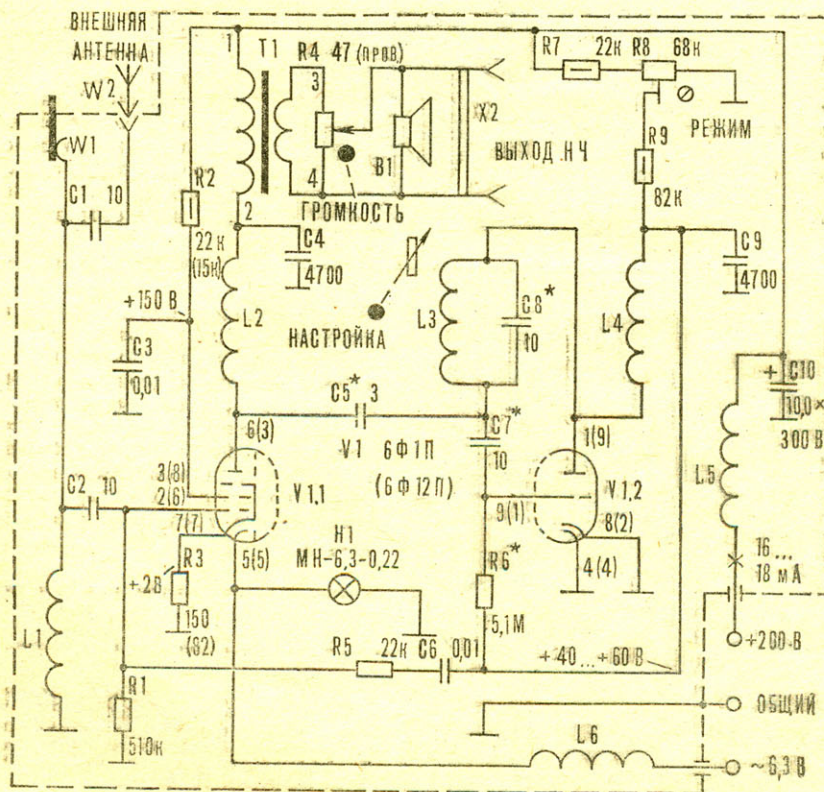

Рис. 1. Принципиальная схема УКВ ЧМ приемника.
На небольшом расстоянии от радиостанции или ретранслятора их заменит простой одноламповый приемник, собранный по схеме 1-V-1 (рис. 1). Он содержит сверхрегенеративный детектор с рефлексным усилителем высокой и низкой частот.
**Детали и конструкция.** В приемнике применена электронная лампа 6Ф1П. Несколько лучшие результаты, в частности большую громкость, можно получить с триод-пентодом 6Ф12П. (На рис. 1 в скобках даны нумерация выводов лампы 6Ф12П и номиналы отдельных деталей.)